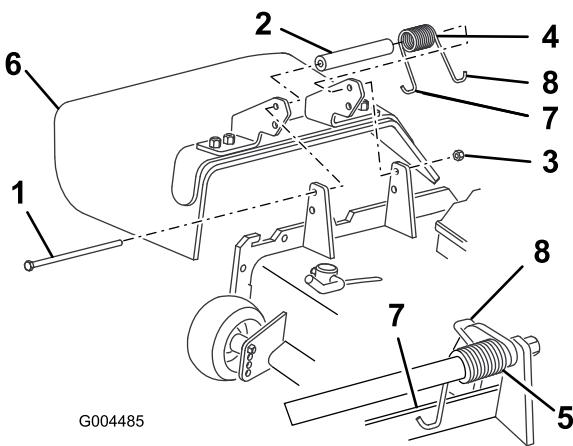

Figura 80
- Retire la contratuerca, el perno, el muelle y el espaciador que sujetan el deflector a los soportes de pivote (Figura 80). Retire el deflector de hierba dañado o desgastado.
3. Coloque el espaciador y el muelle entre los soportes del deflector de hierba nuevo (Figura 80). Coloque el gancho en J del extremo izquierdo del muelle detrás del reborde de la carcasa.
Nota: Asegúrese de colocar el gancho en J del extremo izquierdo del muelle detrás del reborde de la carcasa antes de instalar el perno, según muestra Figura 80.
4. Instale el perno y la tuerca. Coloque el extremo derecho en J del muelle alrededor del deflector de hierba (Figura 80).